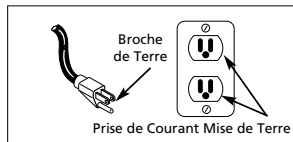

Figure 1 - Méthode de mise à la terre
- Ce produit est conçu pour l'utilisation d'un circuit de 120 volts et a une fiche de mise à la terre comme celle indiquée sur la Fig. 1. Assurer que le modèle est branché à une prise de courant qui a la même configuration que la fiche. Ce produit doit être mis à la terre. Dans l'événement d'un court-circuit, la mise à la terre diminue le risque de secousse électrique en fournissant un fil d'échappement pour le courant électrique. Ce produit est équipé avec un cordon qui a un fil de terre avec une fiche de terre. La fiche doit être branchée dans une prise de courant qui a été installée et mise à la terre correctement en respectant tous les codes et règlements locaux.